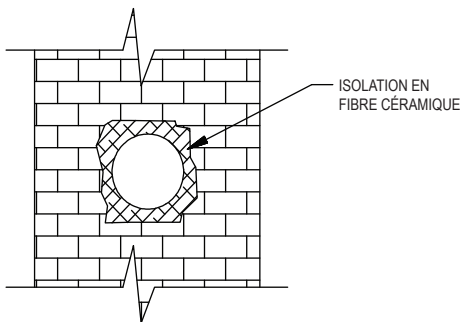

Figure 31
**(i). Isolation.** Tirez le collet de conduit vers le coude de 90°. Remplissez l'espace entre la maçonnerie et la section de conduit horizontale avec de l'isolant en fibre céramique, comme le montre la **figure 31**. Le remplissage peut être recouvert de coulis, si on le souhaite. Repoussez le collet de conduit pour qu'il soit à fleur de la maçonnerie. Effectuez les réglages finaux sur le conduit de longueur réglable (le cas échéant) et serrez les boulons de serrage.